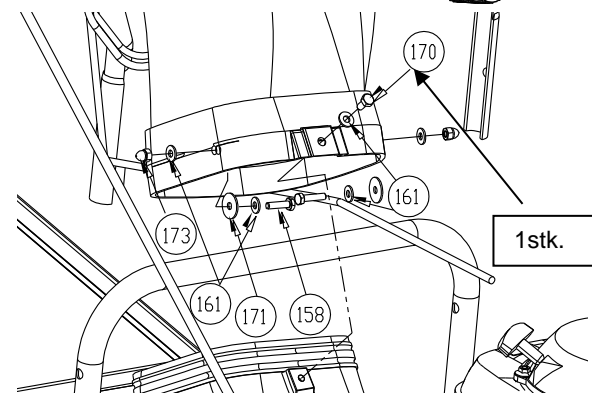

Fig. 2
2. Start med at installere centreringsbolten (element 170), den skal flugte med møtrikken på huset. (Se fig. 2)
*BEMÆRK:* Det er nødvendigt at anbringe bolt/underlagsskiven fra indersiden ved at række ind igennem kølerhjelm. (Se fig. 2)